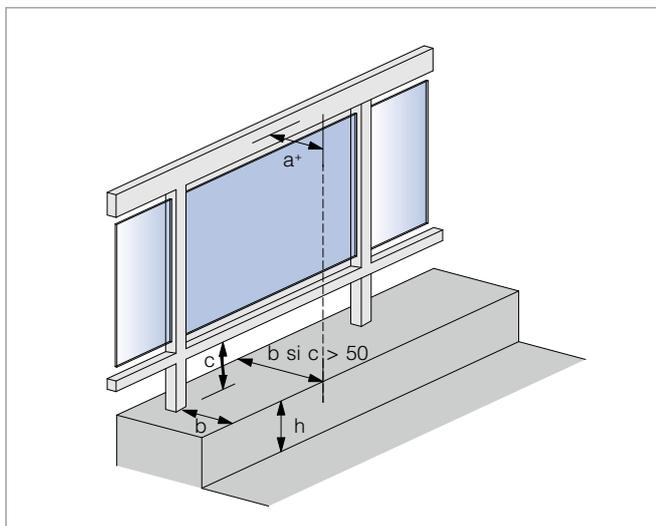

Fig. 1 - Zones de Stationnement : paramètres déterminants (mm).
- la zone de stationnement des personnes par rapport au garde-corps (cf. figure 1). Une zone de stationnement est une surface continue, sensiblement horizontale et normalement accessible, dont les dimensions ou la disposition permettent de s'y tenir debout.